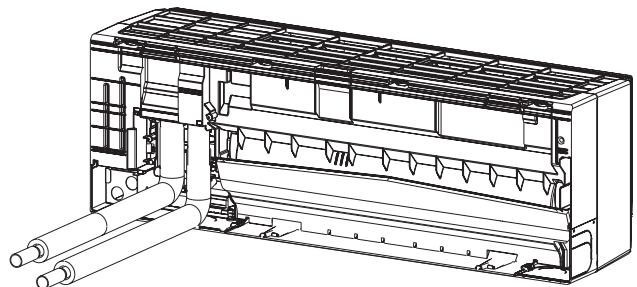

Fig. 3-20
- (8) Coloque los materiales de aislamiento ④ en las partes cortadas ⑦ de las cubiertas de la tubería para aislarlas. (Fig. 3-20)
- (9) Coloque la cubierta de la caja ①.